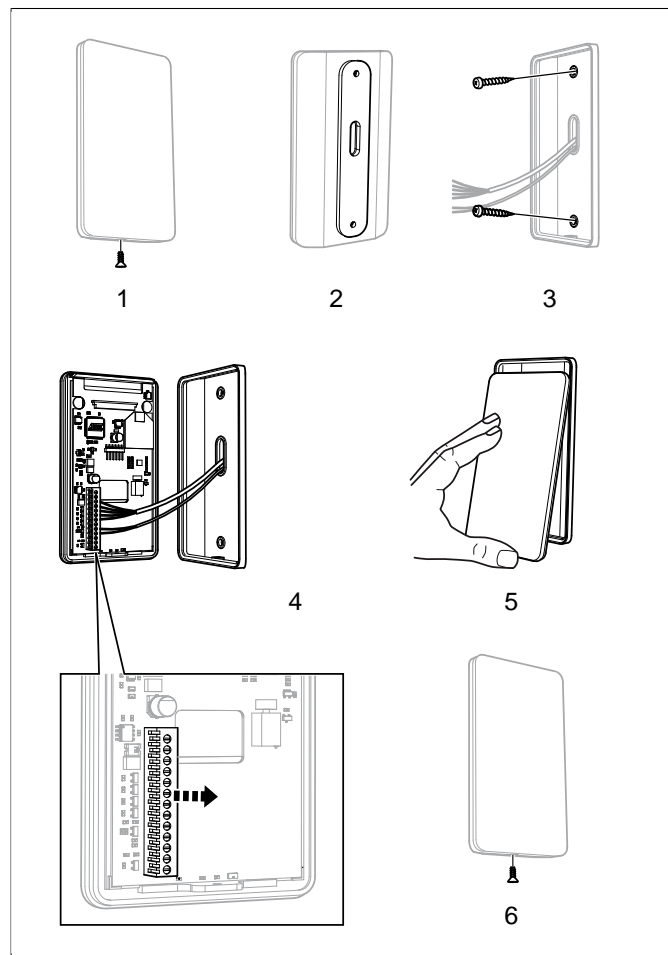

Abb. 15: Montage des Kontrollgeräts
1. Lösen Sie die Sicherungsschraube und nehmen Sie die Rückwand vom Kontrollgerät ab (siehe **Abb. 15**, Seite 6 Pos 1).
2. Kleben Sie die Abdichtung auf die Rückwand (siehe **Abb. 15**, Seite 6 Pos 2).
- Rückwand an einem geeigneten Platz anschrauben, sodass Elektrokabel durch die vorgesehene Öffnung geführt werden. Beachten Sie, dass sich die Sicherungsschraube an der Unterseite befinden soll (siehe **Abb. 15**, Seite 6 Pos 3).
- Leitungen an der Klemme gemäß Anschlusschema anschrauben (siehe **Abb. 15**, Seite 6 Pos 4). Um das Anschließen zu erleichtern, kann die längliche Klemme von der Platine gelöst werden, um die Leitungen daran anzuschrauben. Klemme gerade herausziehen, nicht knicken, da ein Stift beschädigt werden könnte (siehe **Abb. 15**, Seite 6 Abbildung).
- Glasteil des Kontrollgeräts von unten einschieben und festhalten (siehe **Abb. 15**, Seite 6 Pos 5).
- Sicherungsschraube an der Unterseite eindrehen (siehe **Abb. 15**, Seite 6 Pos 6).